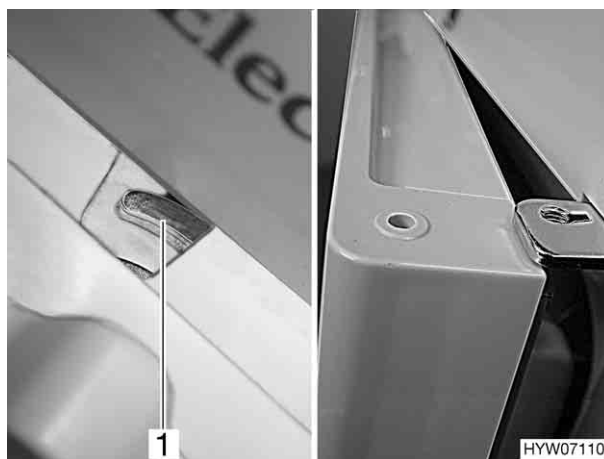

Fig. 103 Porta del frigorifero in posizione di
- Spostare il dispositivo di bloccaggio completamente verso destra. La porta del frigorifero è bloccata con l'ausilio dell'arresto della porta (Fig. 103,1). In questo modo la porta rimane ferma in posizione socchiusa (Fig. 103).